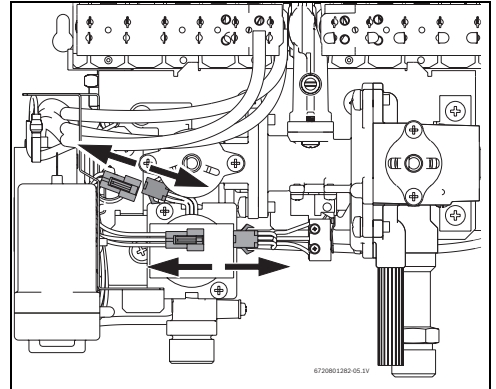

Рис. 4
- ▶ Отсоедините оба электрических штекера, микровыключатель и газовую арматуру (→ рис. 4).